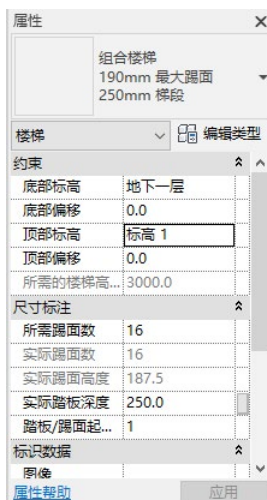

图 12-3 “属性”选项板
- (5) 在“属性”选项板中选择“组合楼梯—190mm 最大踢面 250mm 梯段”类型，设置“底部标高”为“地下一层”，“顶部标高”为“标高 1”，其他采用默认设置，如图 12-3 所示。